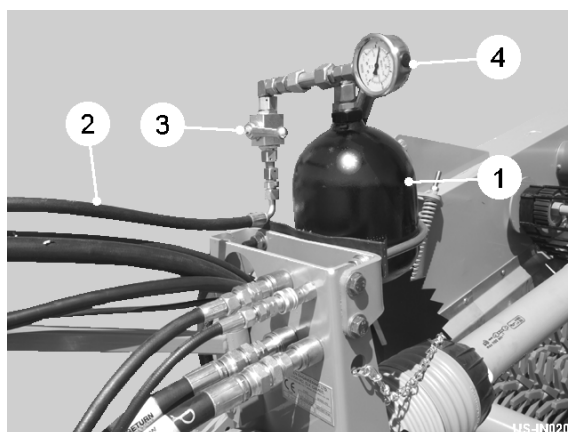

Fig 12
Det hydraulisk dæmpede trækstang er monteret for at beskytte maskinen under jordforhold, hvor der kan forekomme nedgravede forhindringer. Systemet består af en hydraulisk cylinder monteret inden i trækstangen, som er under tryk af en akkumulator (item 1, fig 12). Designet tillader trækstangen at strække sig med 200 mm. Efter 25 mm udløser en nærhedsføler kontrolsystemet, som samtidig løfter graveenheden og stopper tværtransportøren og vari-flow. Efter aktivering skal maskinelementerne genstartes ved hjælp af kontrolboksen. Trækstangen skal altid være under tryk, inden arbejdet påbegyndes.
For at indstille akkumulatortrykket, tilslut slangen (item 2, fig 12) til traktorens spoleventil og åbn akkumulatorventilen (item 3, fig 12). Åbn traktorens spoleventil, mens du holder øje med manometeret (item 4, fig 12). Når trykket når 65 bar, skal du straks lukke spoleventilen og derefter lukke akkumulatorventilen. Om nødvendigt reduceres trykket let ved hjælp af akkumulatorventilen. Trækstangen er nu under tryk og klar til drift. Hvis den indledende indstilling på 65 bar viser sig at være for lav på grund af forskellige jordforhold, og trækstangen strækker sig ud under normalt arbejde, skal du øge trykindstillingen med trin på 10 bar, indtil trækstangen er statisk. **ALDRIG OVERSTIGT 120 BAR.** Hvis trækstangen stadig ikke fungerer korrekt, når det maksimale tryk er nået, skal du kontakte din Standen-forhandler for yderligere rådgivning.